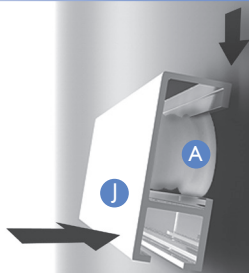

Abb. 6
2. Die Schiene **J** wird auf die Befestigungsclips **A** aufgedrückt bis sie einrastet. (Abb. 6)